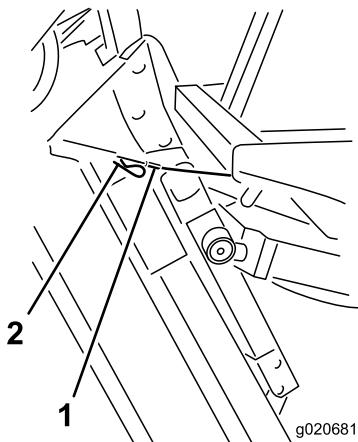

Figura 103
6. Mantenendo l'apparato di taglio verticale, fate passare l'estremità del cavo sopra il perno del braccio di sollevamento dell'apparato, e fissate il cavo con la coppiaia (Figura 103).